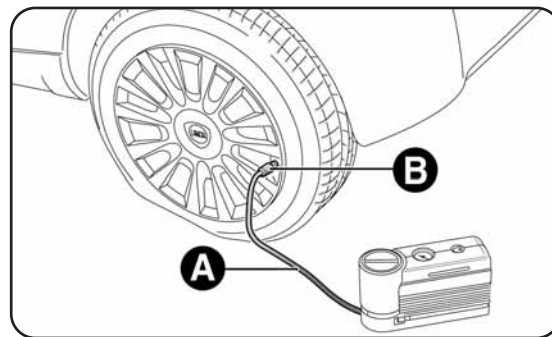

fig. 4
- Azionare il freno a mano. Svitare il cappuccio dalla valvola del pneumatico, estrarre il tubo flessibile di riempimento A-fig. 4 ed avvitare la ghiera B sulla valvola del pneumatico;